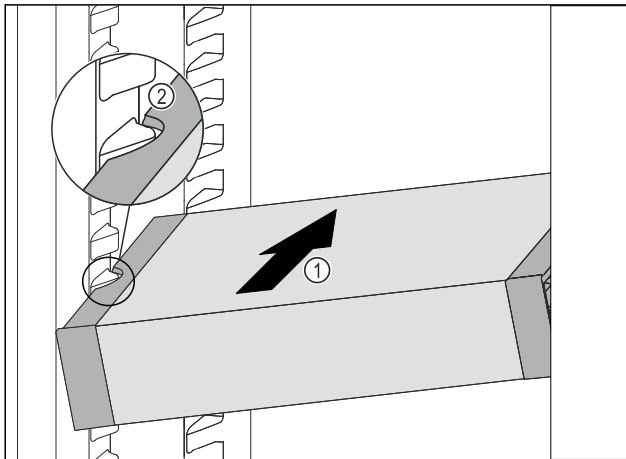

Fig. 125
- ▶ VarioSafe schräg in das Kühlteil einschieben Fig. 125 (1), bis sich die seitlichen Aussparungen Fig. 125 (2) des VarioSafes auf Höhe der Behälterrippe im Kühlteil befinden.